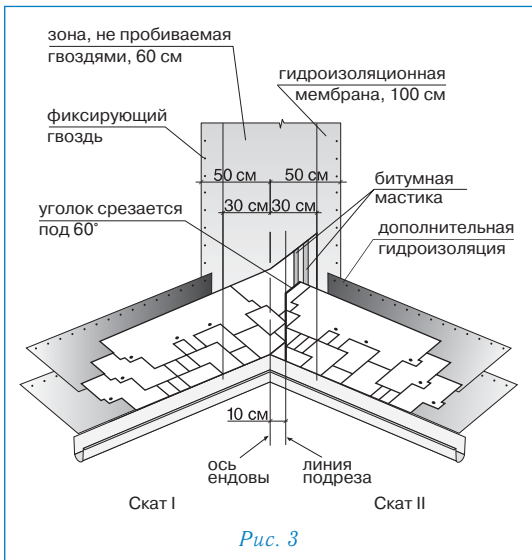

Рис. 3
### Ендова (рис. 3)
- лист, подходящий к ендове со ската II, должен доходить до линии подрезки и обрезаться по ней. Верхний уголок обрезанного края листа подрезается под углом 60° (5/3 см — рис. 3);